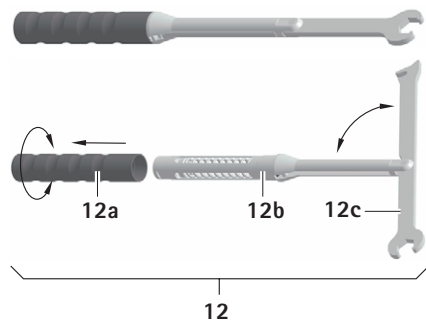

Fig. 3
- Retirer et dévisser le manche 12a en tournant dans le sens inverse de la flèche, voir Fig. 3.